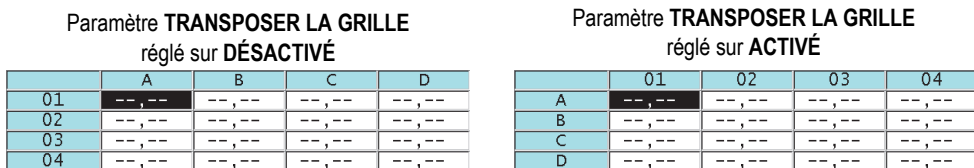

Figure 10-11 Exemple de transposition de grille
- Réglez le paramètre **TRANSPOSER LA GRILLE** sur **ACTIVÉ** pour inverser les lignes et les colonnes de la grille (Figure 10-11 à la page 178).